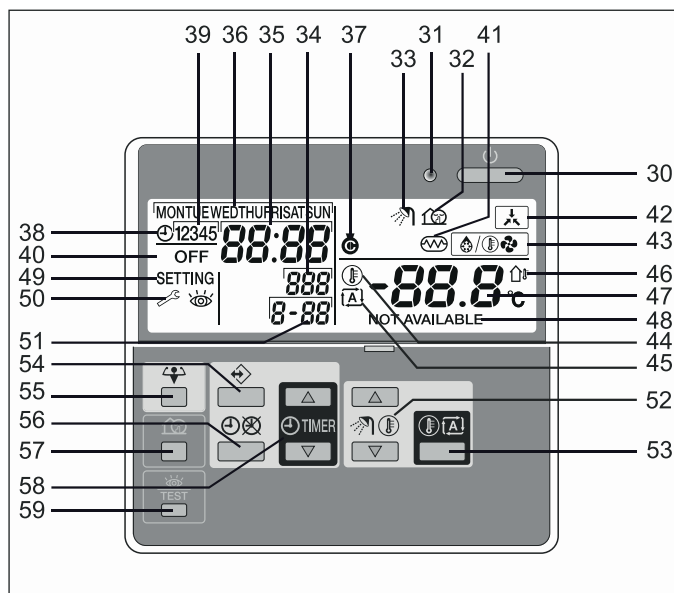

Bild 7-1 Anzeige- und Bedienelemente der Regelung -
- Im Anzeigefeld (Bild 7-1, Pos. 34) wird die Fühlernummer 001 angezeigt.